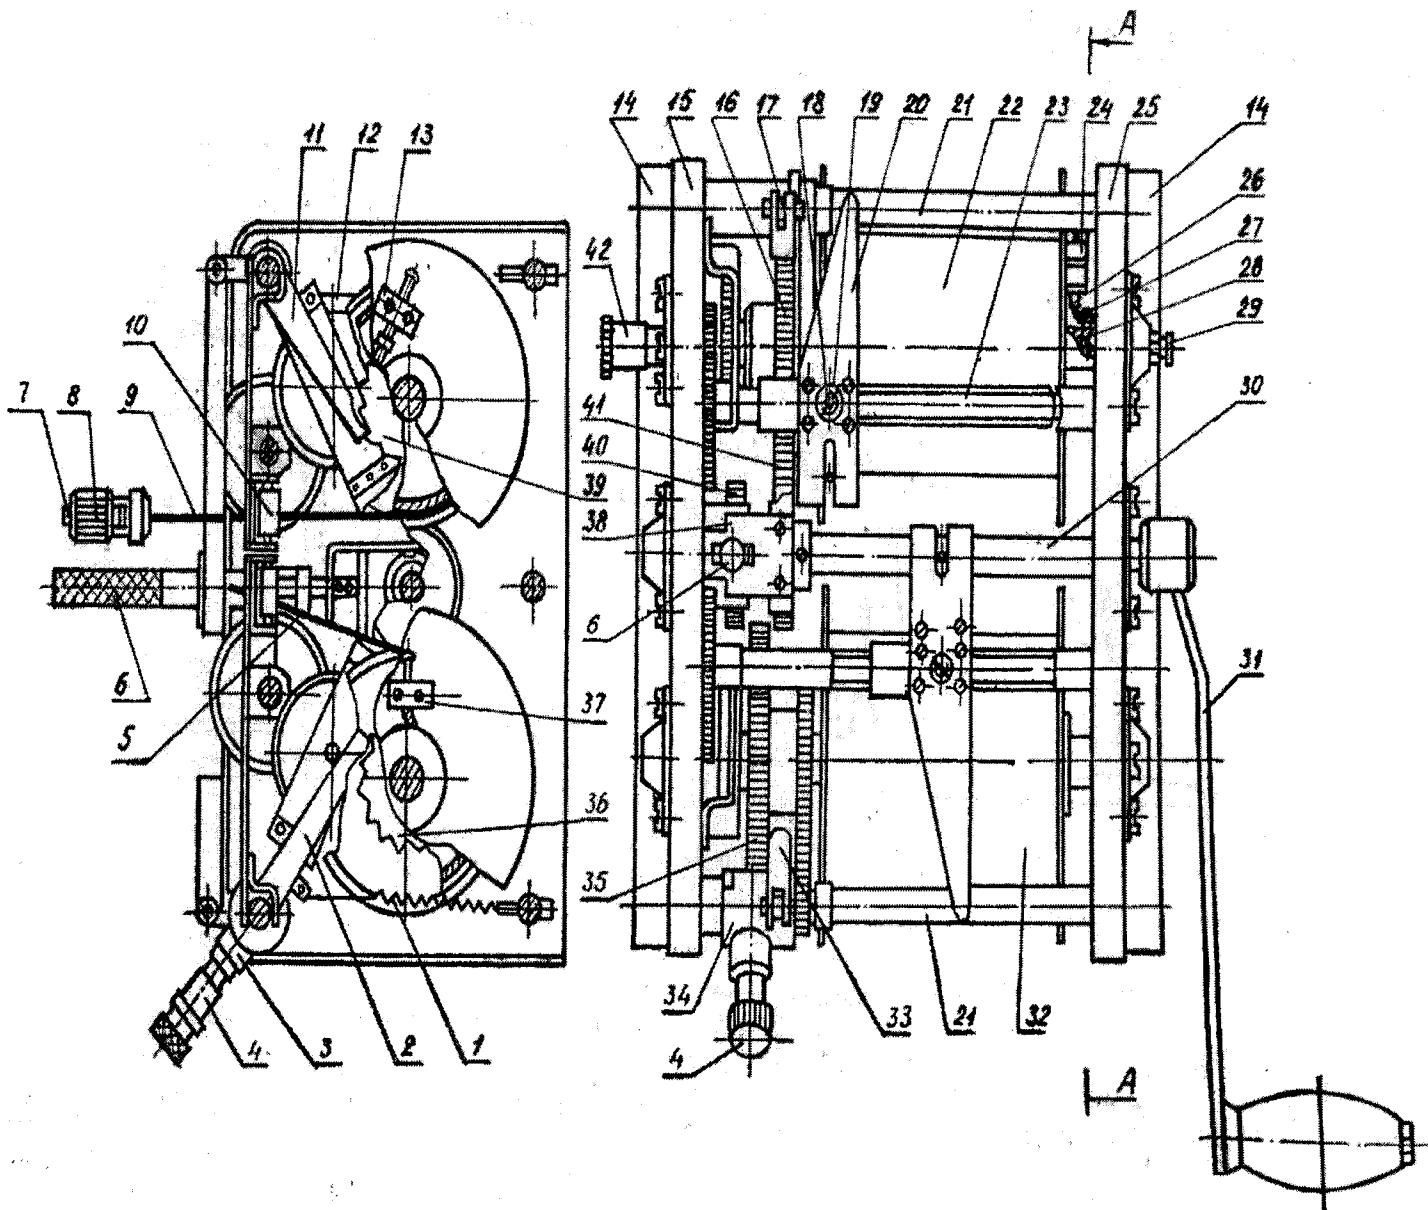

Рис. 2 Лебедка:
4.4 Лебедка (рис. 2) служит для подъема и передвижения по створу гидрометрического груза с приборами. Механизмы лебедки монтируются на раме, состоящей из правой 25 и левой 15 щек, соединенных между собой стяжками 21. По нижнему обрезу щек приварены угольники 14 с отверстиями, через которые лебедка болтами крепится к кронштейнам на неподвижной стенке кабины.
Порядок монтажа муфты показан на рис. 3. Из отверстия муфты 24 (см. рис.2.) выходит токопроводная жила 26 с припаянным наконечником 27. Наконечник 27 привернут к изоляционной втулке 28 винтом, соединяющим токопроводную жилу со штырем. Штырь контактной пружиной соединяется с винтом 29, через который на токопроводную жилу с пульта подается напряжение. На свободный конец каната 9 монтируется штекер 8, изолированный стержень 7 которого соединяется с токопроводной жилой.
Порядок монтажа штекера. Канат 9 (см. рис. 2) укладывается на барабан виток к витку плотными рядами укладчиком, состоящим из каретки 20 и ходового винта 23, вращение на который передается от
Перед закреплением каната на барабан ходовой винт 23 устанавливается так, чтобы на правом его конце место перехода с одной нарезки на другую располагалось сверху (см. рис. 2 - правая часть заднего ходового винта). Отверстие в щеке барабана, предназначенное для пропуска конца каната, необходимо установить в верхнем положении.